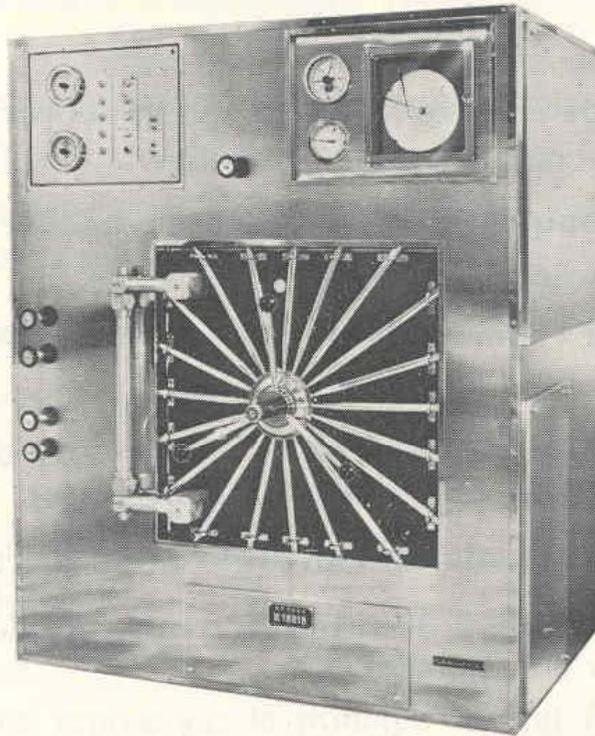

FIG. 36. — *Autoclave moderne.*
*En milieu hospitalier, on utilise surtout, dans un but de désinfection, de grands autoclaves horizontaux (fig. 36), chauffés par admission forcée de la vapeur souvent après un vide préalablement effectué dans les appareils. Les appareils modernes sont automatisés et le cycle de la stérilisation est enregistré sur papier dans un but de vérification (température, pression, vide, durée).*